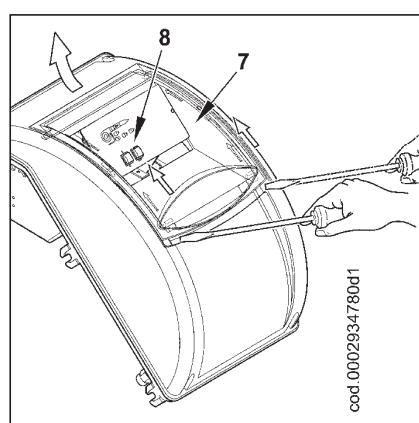

图4
- 为了重新关闭电控面板盖，施加约5 Nm的扭矩，拧紧4颗螺丝(1)，确保正确的密封。这时，为了接触控制面板(8)，要用手朝着图4所示的箭头方向(图4)施加一个轻轻的压力并滑动，使面板与盖分开，以拆下透明盖(7)。